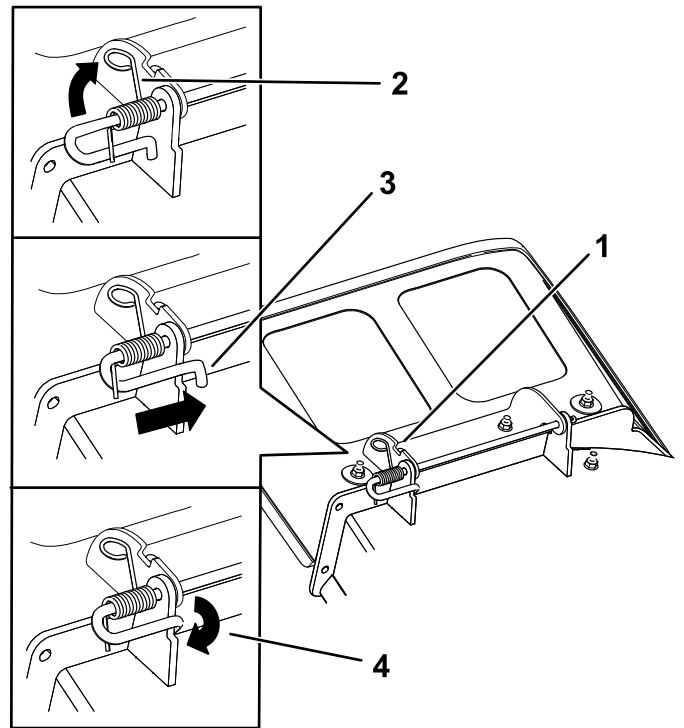

Figura 70
3. Coloque el nuevo deflector de descarga con los extremos de los soportes entre los soportes soldados de la carcasa, según se muestra en Figura 70.
5. Coloque el muelle en la varilla según se muestra en Figura 70, de manera que el extremo corto del muelle suba desde debajo de la varilla antes de la curva y pase por encima de la varilla después de la curva.
6. Levante el extremo del muelle que tiene bucle y colóquelo en la muesca del soporte del deflector (Figura 70).
7. Fije el conjunto de varilla y muelle torciéndolo de manera que el extremo corto de la varilla pueda colocarse detrás del soporte delantero que está soldado a la carcasa (Figura 70).